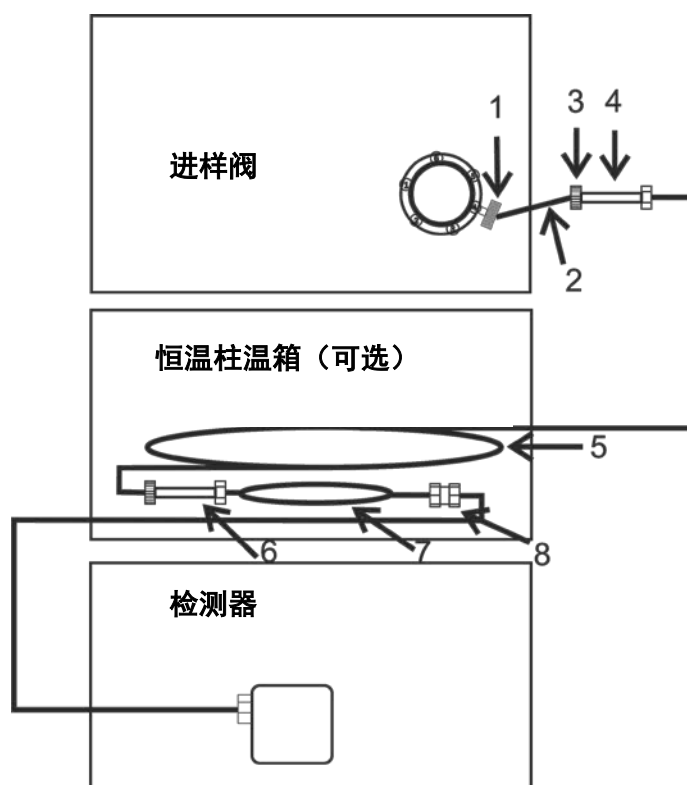

图1：安装在进样阀与检测器之间的阻尼管
- 2) 将阻尼管（图 1 中的第 5 项，第 23 页）直接连接到进样阀（Viper™ 接头系统）和 UV 检测器（Viper 接头系统）。视 HPLC 系统而定，可能必须在流路中安装其他组件：
使用性能验证包中的 PEEK 管路（图 1 中的第 2 项）和两通接头（图 1 中的第 4 项）连接下列以下设备：
- ◆ 进样阀和阻尼管（图 1 中的第 5 项）
- ◆ 阻尼管（图 1 中的第 5 项）和检测器
对于压力在 850 bar 下的验证，系统中请使用 Viper 两通（图 1 中的第 6 项）串行连接高压阻尼管。
要保护流通池，请在阻尼管（图 1 中的第 5 或第 7 项）出口与流通池的入口毛细管之间安装一个过滤器筛板。